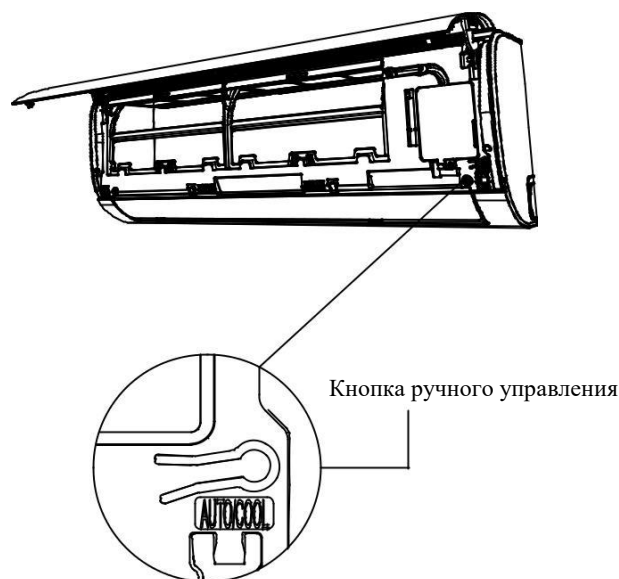

Рис. 8.1
2. Кнопка **РУЧНОГО УПРАВЛЕНИЯ** находится справа стороны блока. Нажмите ее дважды, чтобы выбрать режим охлаждения (COOL). См. **Рис.8.1**